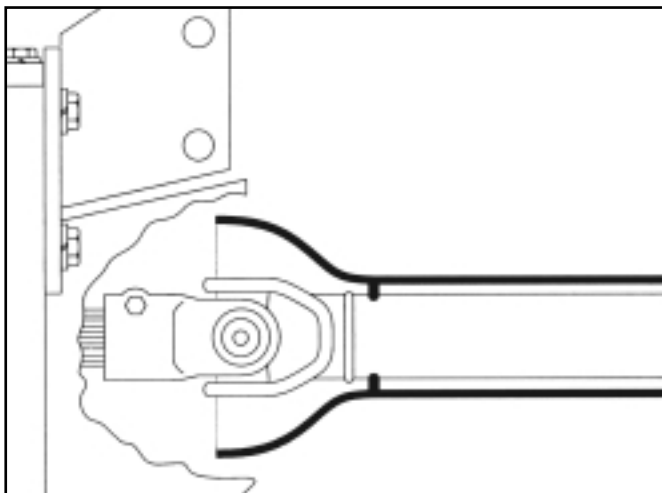

FIG. 49 / ABB. 49 / FIG. 49
**ATTENTION.** *Veillez à ce que les protections soient mises (Fig. 49). Avant de faire un réglage ou un nettoyage du tracteur ou de l'accessoire ARRÊTEZ LE MOTEUR ET DEBRAYEZ LA PRISE DE FORCE.*
**VORSICHT:** Sicherstellen, daß alle Schutzabdeckungen für Zapfwellen am Traktor angebracht sind (Abb. 49). Vor dem Reinigen oder Einstellen von Traktor oder zapfwellengetriebenem Gerät den **MOTOR AUSSCHALTEN UND DIE ZAPFWELLE AUSKUPPELN.**
**VOORZICHTIG:** Breng alle afschermingsplaten voor de aftakassen op de tractor en op de werktuigen (Fig.49) aan. **ZET DE MOTOR STIL EN SCHAKEL DE AFTAKAS UIT** vooraleer u de tractor of een PTO-aangedreven machine schoonmaakt of afstelt.